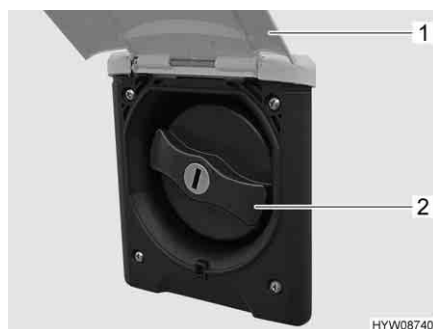

Fig. 121 Coperchio (bocchettone di riempimento dell'acqua potabile)
- Sollevare lo sportello esterno (Fig. 121,1).
- Ruotare il coperchio blu (Fig. 121,2) di un quarto di giro.